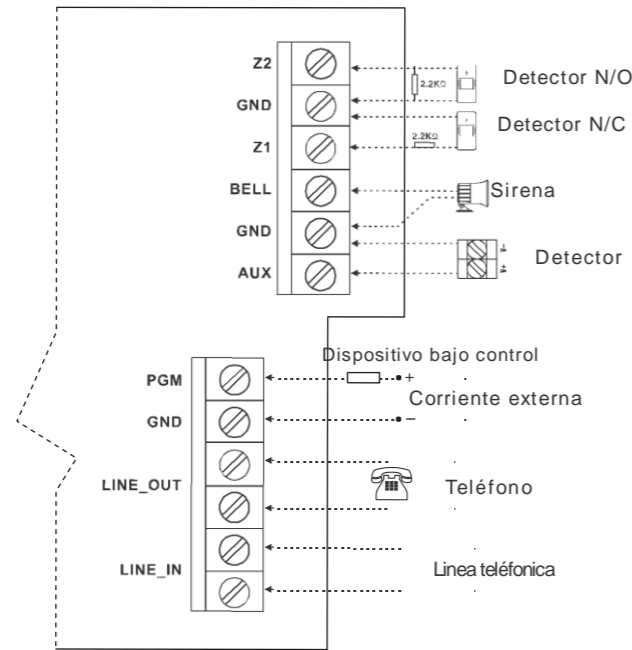

Figura -8-
- 7 PGM, interfaz de línea telefónica, para detalle por favor vea la Figura 8 2 zonas inalámbricas, 1 sin, 1 AUX salida de corriente, para detalles vea la fig 8